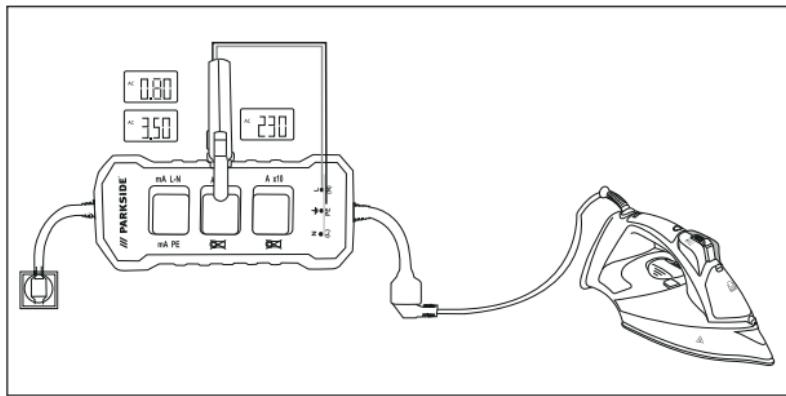

Fig. 3
- 1) Branchez la fiche Schuko ❸ de l'appareil sur une prise secteur.
- 2) Reliez la fiche secteur du terminal à la prise de raccordement Schuko ❹.
- 3) Placez la pince ampèremétrique autour du point de mesure **A x1 ❷** et les fils de mesure du multimètre sur **L** et **N ❸**, et mettez le terminal en marche.
- 4) Lisez les valeurs correspondantes pour le courant, la tension et la puissance absorbée par la charge (voir fig. 3).
- 5) Les mesurages de tension sont également possibles entre les points de mesure **L-PE ❹** et **N-PE ❹**.